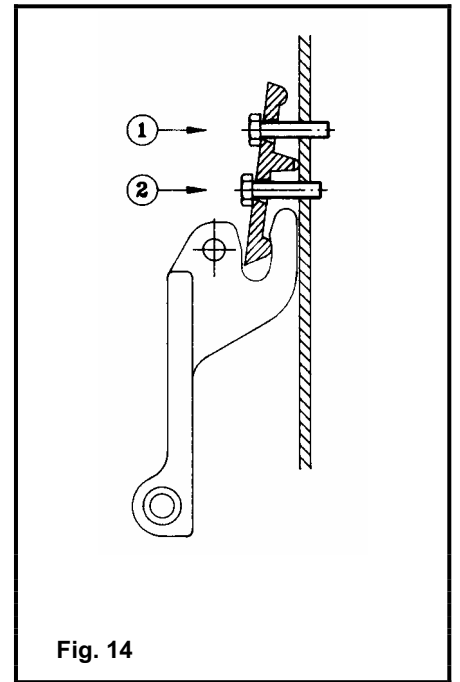

Fig. 14
- Contrôler l'efficacité de la clenche de fermeture de la porte et, si c'est nécessaire, effectuer les réglages suivants (Fig. 14) :
- . Procéder successivement par desserrage de la vis ① et serrage de la vis ②.